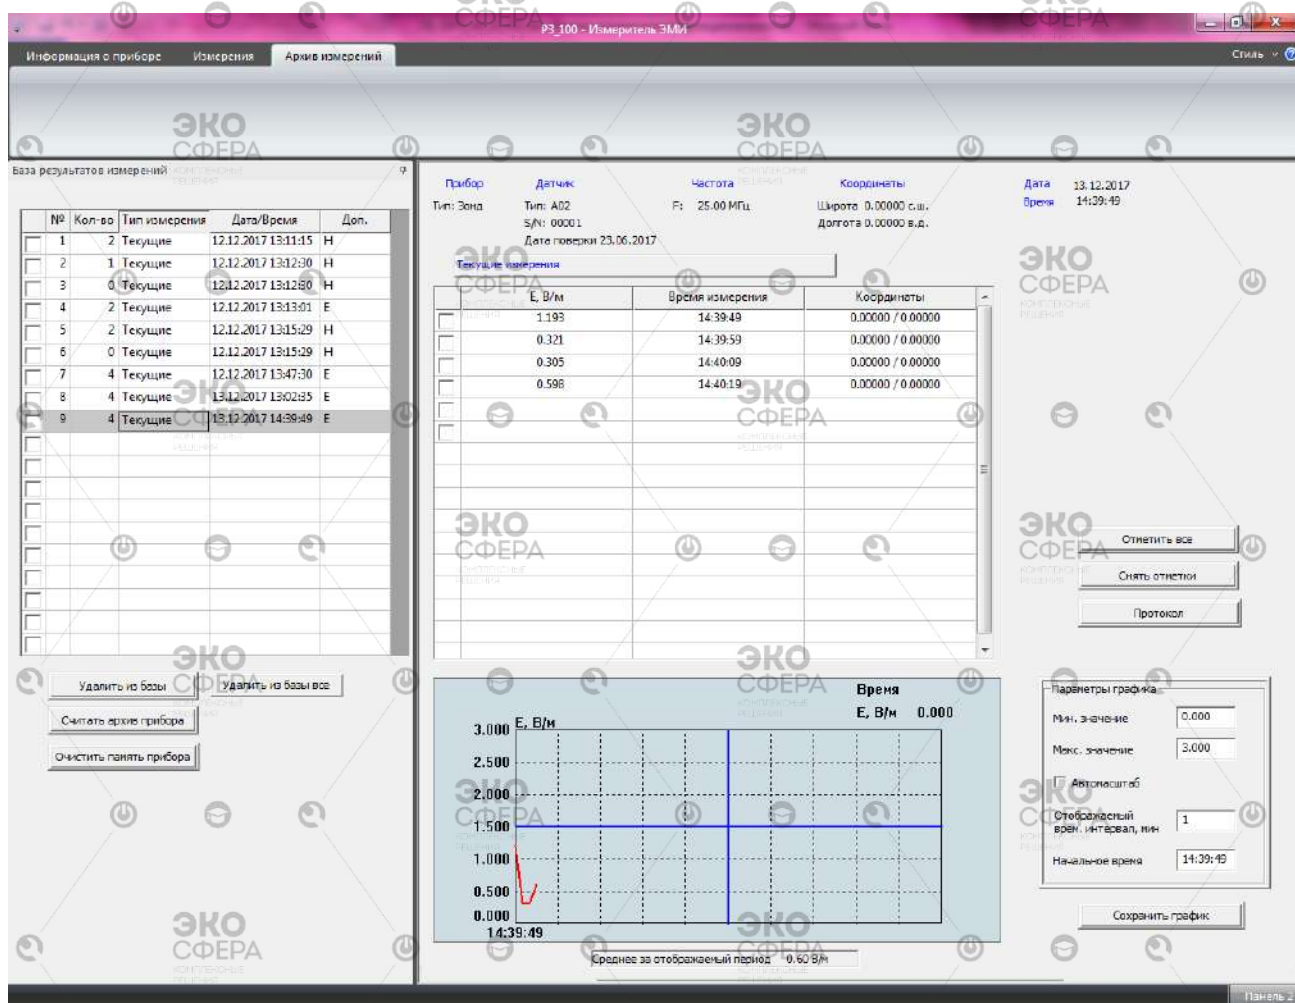

Рисунок 12 – Окно просмотра архивов измерений
- панель просмотра отмеченного архива (рисунок 12).